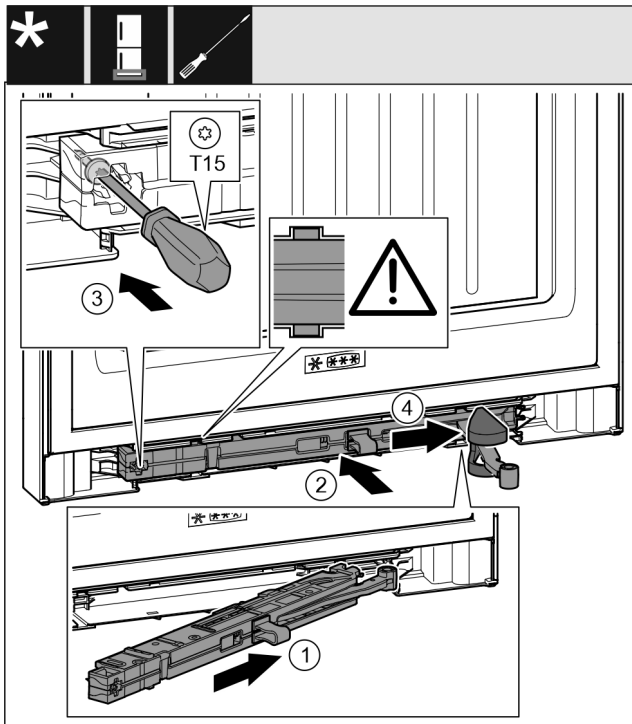

Fig. 46
- ▶ Shtyni pjerrtas deri në fund brenda në fole njësinë e amortizatorit të mbylljes, në anën e bazamentit mbështetës. Fig. 46 (1)
- ▶ Shtyni njësinë e amortizatorit të mbylljes plotësisht brenda në fole. Fig. 46 (2)
- ▶ Mbërtheni fort vidën me një kaçavidë T15. Fig. 46 (3)
- ▶ Shtyni kapakun mbulues mbi krahun e mbylljes. Fig. 46 (4)